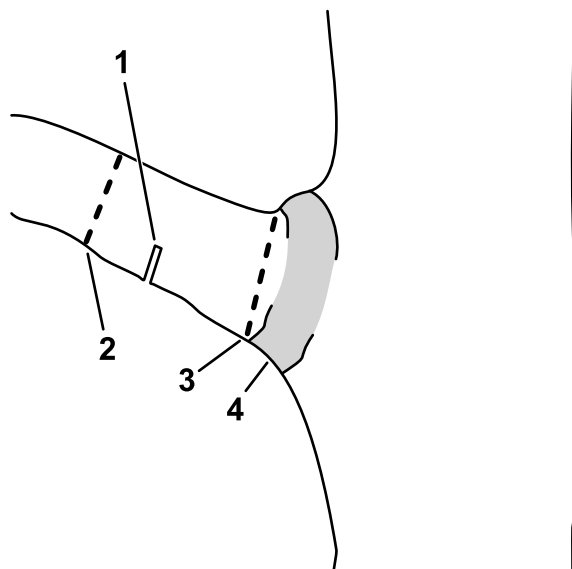

Figure 13
- C. Coupez le chicot au niveau du collet de la branche (Figure 13).